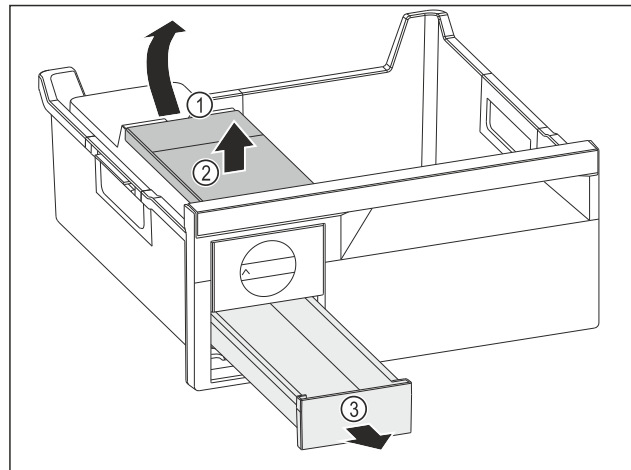

Fig. 111
- Odobratie nádržky na vodu: Nádržku na vodu nadvihnite za vybrané Fig. 111 (1).
- Nádržku na vodu Fig. 111 (2) odoberte smerom nahor.
- Zásuvku na kocky ľadu Fig. 111 (3) odoberte smerom nahor.